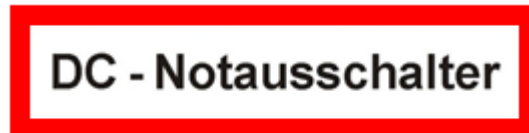

Bild 2
4. Der DC-Freischalter ist mit einem Hinweisschild entsprechend DIN 4066 – D1 – 105 x 297 mit der Aufschrift „DC-Notausschalter“ zu kennzeichnen (Bild 2).